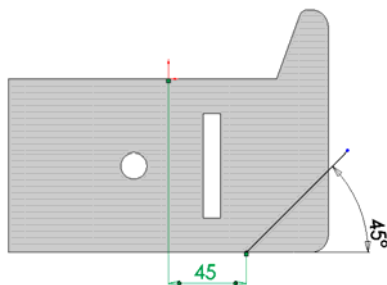

图 9-27 绘制直线
⑬ 绘制草图。单击“草图”工具栏中的“直线”图标，绘制一条直线，标注智能尺寸如图 9-27 所示。